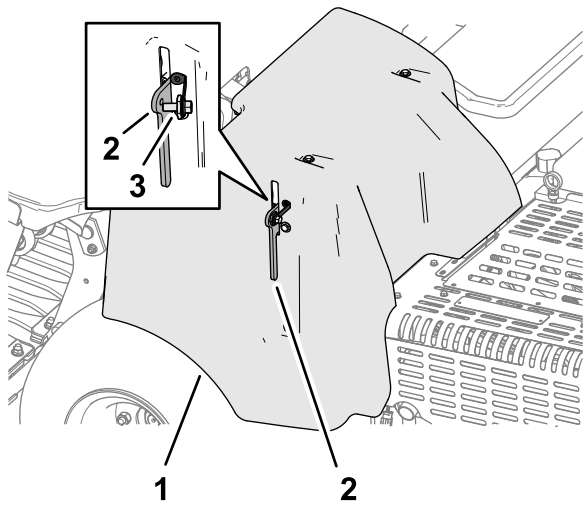

Bild 130
1. Wenn Ihre Maschine mit einem CE-Gurtschloss der Riemenabdeckung ausgestattet ist, lösen Sie die Schraube des Gurtschlosses, bis sie sich vom Schloss löst (**Bild 130**).